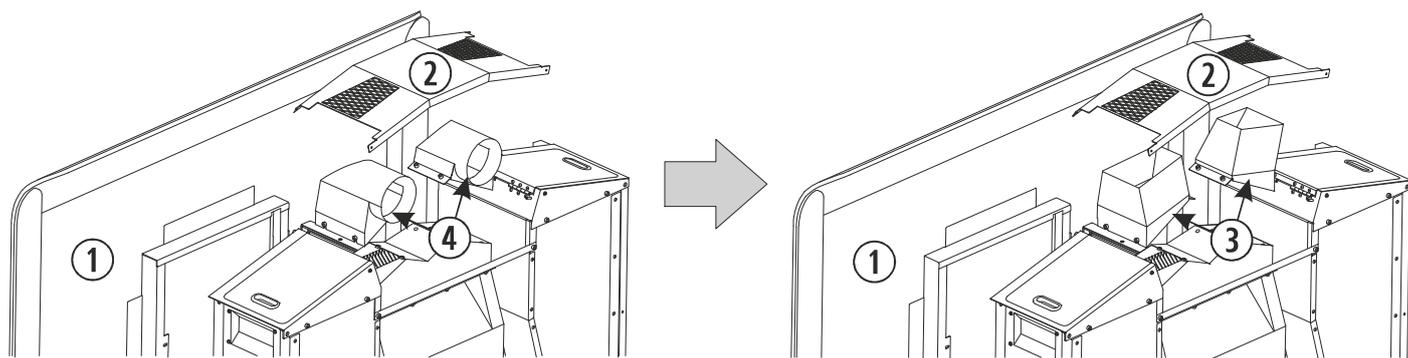

Figura 13
Las estufas *Venecia* e *Ibiza* se envían con las bocas de aire canalizable de Ø116cm. En caso de no querer canalizar por conducto el aire de convección, opcionalmente se podrán sustituir las bocas de aire para canalización (④) por salidas directas verticales (③) (ver *figura 13*). Para tener un mejor acceso a las bocas de aire en el momento de sustituirlas, se recomienda retirar antes la rejilla superior anclada con 4 tornillos en sus extremos.